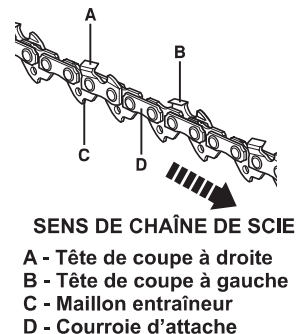

Fig. 19
- Veillez à assurer que toutes les longueurs taillées sont égales (Fig. 19). Chaque fois que la tête de coupe est affûtée, la longueur taillée est réduite. Une fois que la longueur taillée est réduite à 0,16 pouce (4 mm), la chaîne est usée et doit être remplacée.